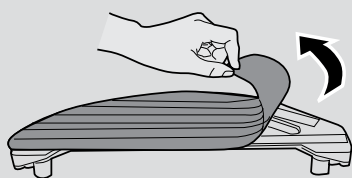

Fig. 13
1. Enlevez la lingette de la partie inférieure du réservoir d'eau. [Fig. 13]